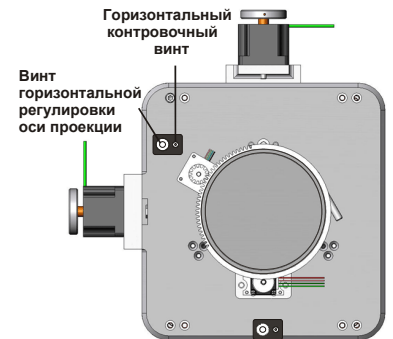
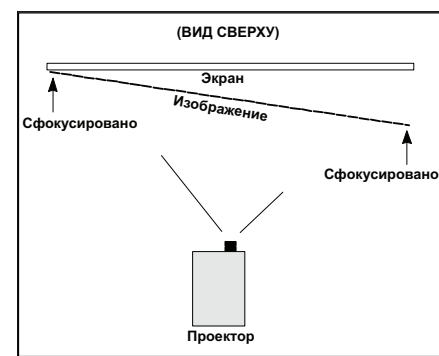

Figure 2-36 Горизонтальная регулировка оси проекции
Figure 2-38 Неправильное выравнивание оси проекции (вид сверху)
1. Горизонтальный контрольный винт удерживает заданное положение объектива. Перед регулировкой оси проекции ослабьте **горизонтальный контрольный винт**. См. **Figure 2-36**.
- a. Если изображение в правой части экрана фокусируется до того, как полностью задвинут объектив, фокус изображения находится перед экраном. См. **Figure 2-38**. Чтобы исправить эту ситуацию, с помощью **винта горизонтальной регулировки оси проекции** направьте объектив в сторону **ЛЕВОГО** края изображения для балансировки левого и правого краев. См. **Figure 2-36**.